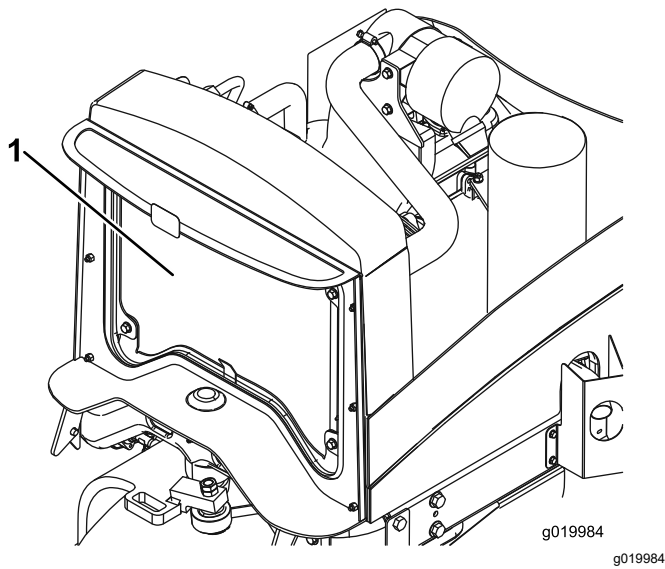

図 62
- ラジエーターの裏表を圧縮空気で丁寧に清掃する(図 62)。